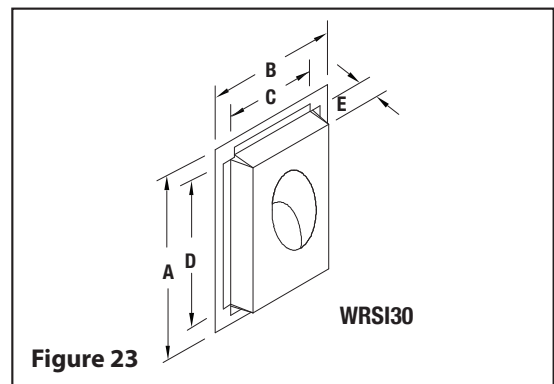

Figure 23
3. Le support réglable (ATS) (WS) peut seulement être installé conjointement avec un capuchon de té à prise verrouillable (TCC).
4. Le support réglable (ATS) et (WS) peut être installé soit en-dessus ou au-dessus du té isolé.
8. Si une cheminée extérieure est recouverte (voir Figure 23), une trappe d'accès doit être pratiquée à la base du té pour faciliter l'entretien.
9. Le dégagement minimum entre la base du support et tout matériau combustible (incluant le sol) est de 6 po. Cette distance peut être réduite de 2 po en utilisant un capuchon à prise verrouillable (TCC) conjointement avec un support mural ajustable (ATS) ou (WS).